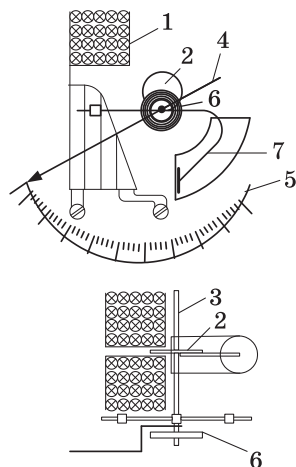

Рис. 1.16. Схема прибора электромагнитной системы:
**Электромагнитные приборы** (рис. 1.16) применяют для измерения как постоянных, так и переменных величин тока и напряжения, не требующих высокой точности. Действие электромагнитного прибора основано на втягивании в электромагнитную катушку железного сердечника, который соединен через систему рычагов со стрелкой прибора. Когда по обмотке катушки будет протекать электрический ток, вокруг нее создается магнитное поле и железный сердечник втягивается в катушку. При этом, чем большей величины ток будет протекать через катушку прибора, тем сильнее будет втягиваться сердечник в катушку, а стрелка — поворачиваться на больший угол. После отключения тока магнитное поле катушки исчезает, и стрелка под действием пружины возвращается в исходное положение.